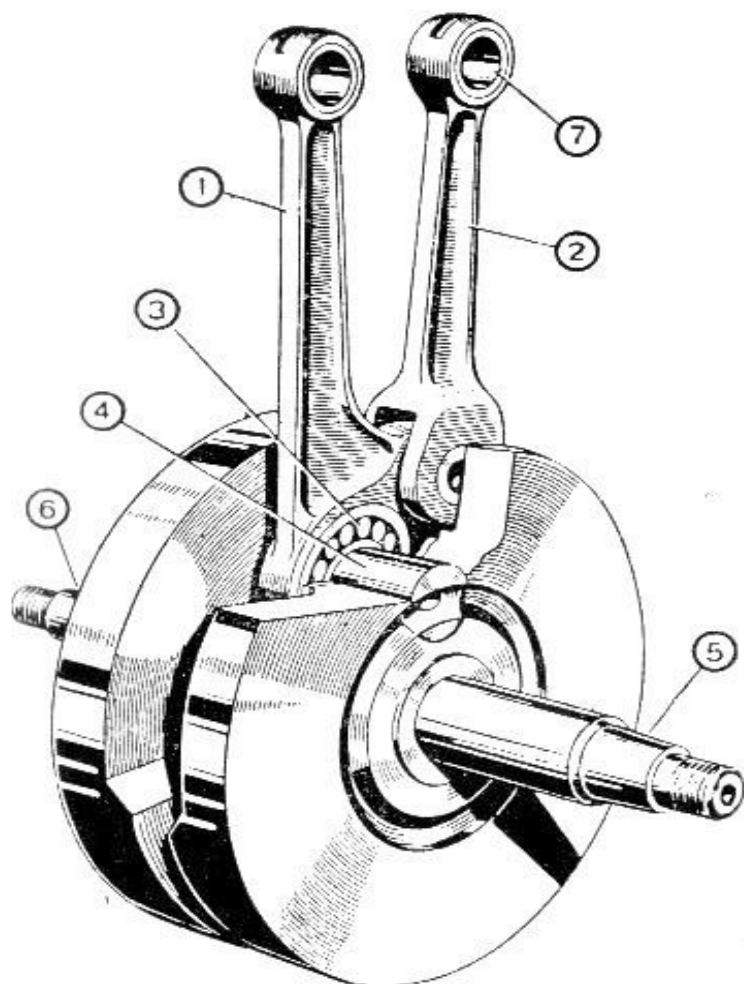

Fig. 10 - Manovellismo.
- **Manovellismo:** composto da due semi-alberi (5 e 6 fig. 10) in acciaio speciale e dal biellaggio, comprendente biella madre (1) e bielletta (2), entrambe in acciaio stampato. L'albero motore scorre su tre cuscinetti a sfere 20 x 47 x 14. Il perno di manovella è montato su rulli (3).